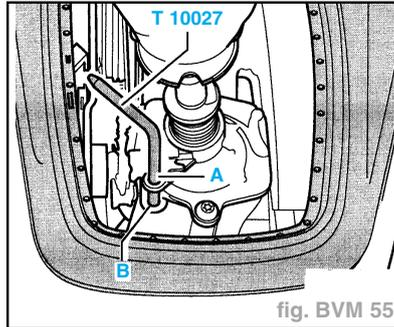

fig. BVM 55
- Bloquer alors le levier de changement de vitesse comme suit (fig. BVM 55) :
- introduire la goupille de blocage T 10027 dans le trou (B) à travers le trou (A).
- Sortir la goupille de blocage T 10027 des trous (A) et (B) (fig. BVM 55).